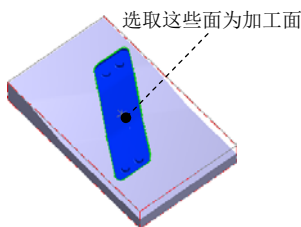

图 14.12 选取加工面
Step3. 选择加工方法。选择下拉菜单 **刀具路径 (T)** → **曲面粗加工 (R)** → **粗加工残料加工 (T)...** 命令。
(1) 在图形区中选取图 14.12 所示的曲面（共 33 个面），然后按 Enter 键，系统弹出“刀具路径的曲面选取”对话框。